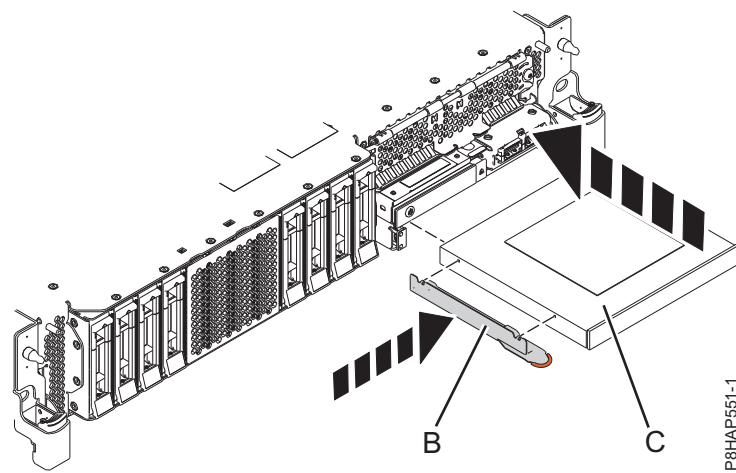
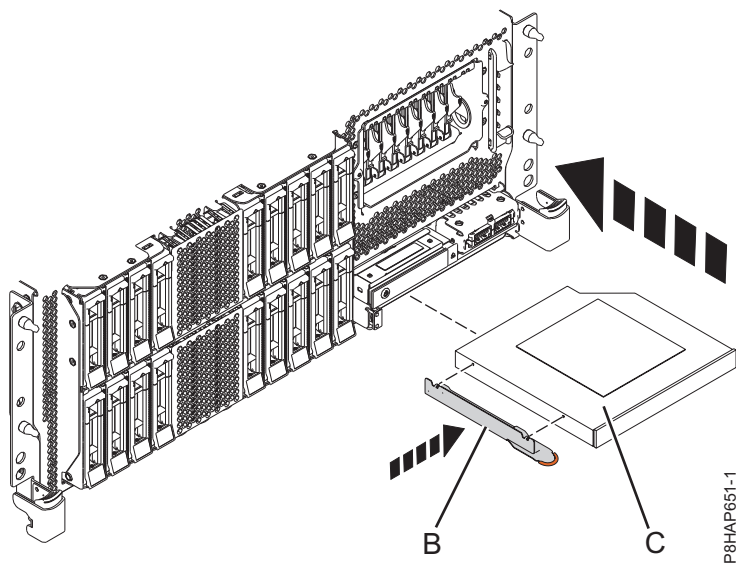
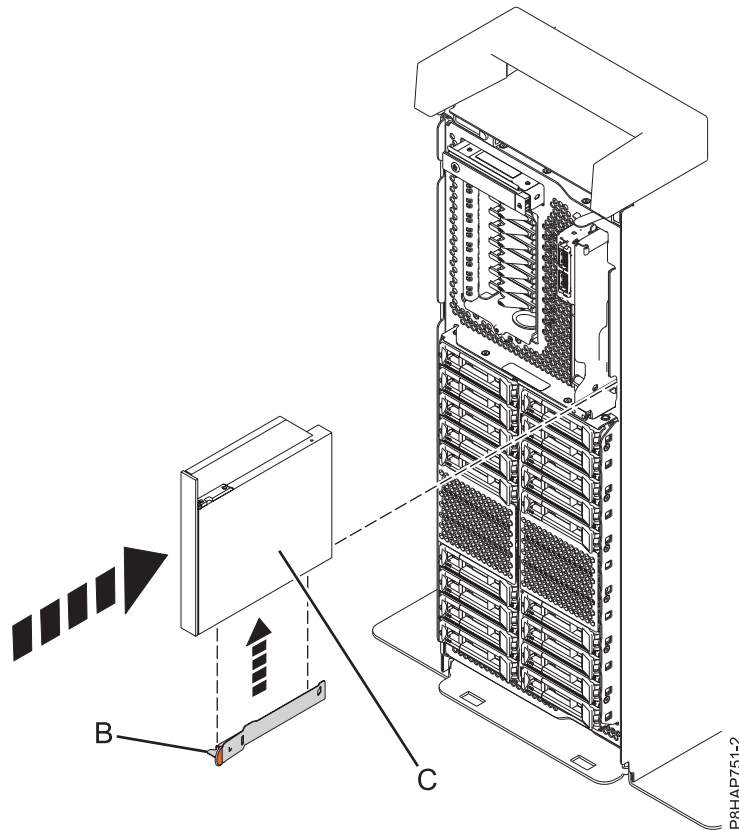

Figure 20. Installation d'une unité de stockage extra-plate sur un système 5148-21L, 5148-22L, 8247-21L, 8247-22L, 8284-21A, ou 8284-22A
Figure 21. Installation d'une unité de stockage extra-plate sur un système 8247-42L, 8286-41A ou 8286-42A monté en armoire
Figure 22. Installation d'une unité de stockage extra-plate sur un système autonome
4. Fixez le crochet de fixation (**B**) sur la nouvelle unité de stockage extra-plate, comme illustré dans figure 20, à la page 27 pour un système 5148-21L, 5148-22L, 8247-21L, 8247-22L, 8284-21A, ou 8284-22A, figure 21, à la page 27 pour un système 8247-42L, 8286-41A ou 8286-42A monté en armoire, ou figure 22, à la page 28 pour un système 8286-41A autonome.
Pour un système 5148-21L, 5148-22L, 8247-21L, 8247-22L, 8284-21A, ou 8284-22A, voir figure 20, à la page 27, pour un système 8247-42L, 8286-41A ou 8286-42A monté en armoire, voir figure 21, à la page 27, ou pour un système 8286-41A autonome, voir figure 22, à la page 28.